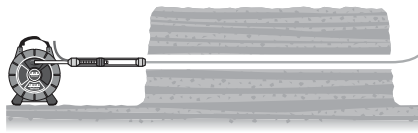

Figura 15 – Conducto, cable o tubo siendo arrastrado por dentro del agujero
9. Empleando la cuerda, retraiga lentamente y con fuerza constante el Sistema de inspección CROSSCHEK por el agujero (Figura 15). No ejerza demasiada fuerza, podría dañarse el equipo. Si lo desea, puede realizar otra inspección del agujero mientras retorna el equipo. Es posible que en este segundo viaje de inspec-